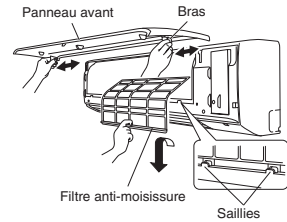

Fig. 3-82
- (1) Ouvrir le panneau avant jusqu'à ce qu'il soit presque horizontal, tenir les sections proches des bras du panneau avant des deux côtés et enlever le panneau en poussant les bras vers l'extérieur tout en tirant le panneau vers soi. S'il est difficile d'enlever le panneau avant, tenir ses deux extrémités et le soulever légèrement. Le déplacer à gauche et désengager le bras gauche, puis le déplacer vers la droite et désengager le bras droit. (Fig. 3-82)
- (2) Soulever légèrement le filtre anti-moisissure pour le désengager des saillies sur l'unité, puis tirer vers le bas pour retirer le filtre de l'unité. (Fig. 3-82)